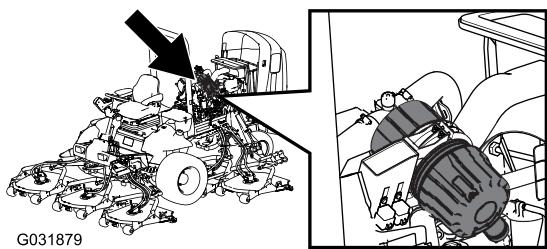

**Figura 38**
Effettuate la manutenzione del filtro dell'aria quando l'indicatore (Figura 38) lo richiede. Sostituendo il filtro dell'aria prima del necessario si aumenta il rischio che la morchia penetri nel motore quando si toglie il filtro.
2. Se la spia (Figura 38) è rossa, resettatela.